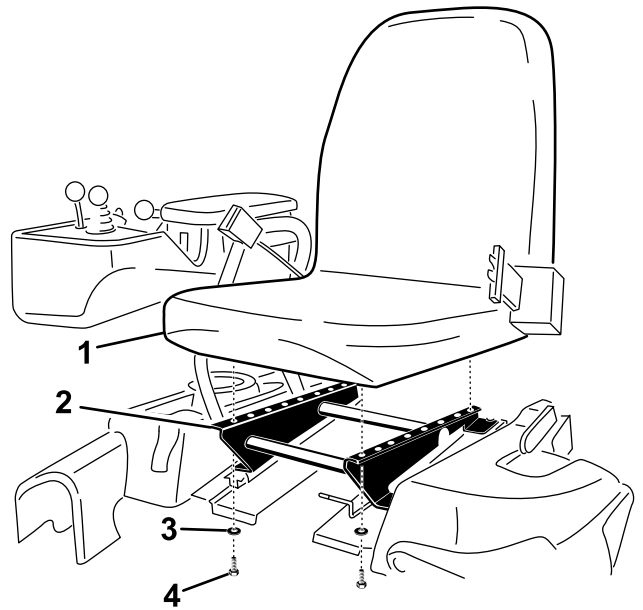

图4
3. 使用之前拆下的4个螺栓和垫圈将座椅固定到座椅底座上 (图4)。